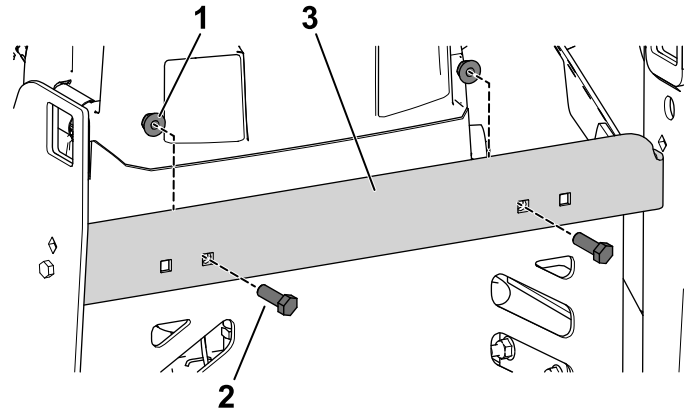

Figura 23
2. Sujete el travesaño al protector trasero con 2 pernos de cabeza hexagonal (5/16" x 7/8") y tuercas con arandela prensada (Figura 23).